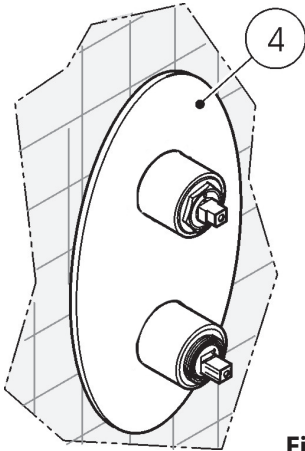

Fig. 8
- Coprire con il rosone (4). (Fig. 8)
- Mount the wall trim (5). (Fig.8)
- Mit der Rosette abdecken (4). (Abb. 8)
- Monter la plaque (4). (Fig. 8)
- Cubra con el florón (4). (Fig.8)
- Надеть наружную накладку (4). (Рис.8)